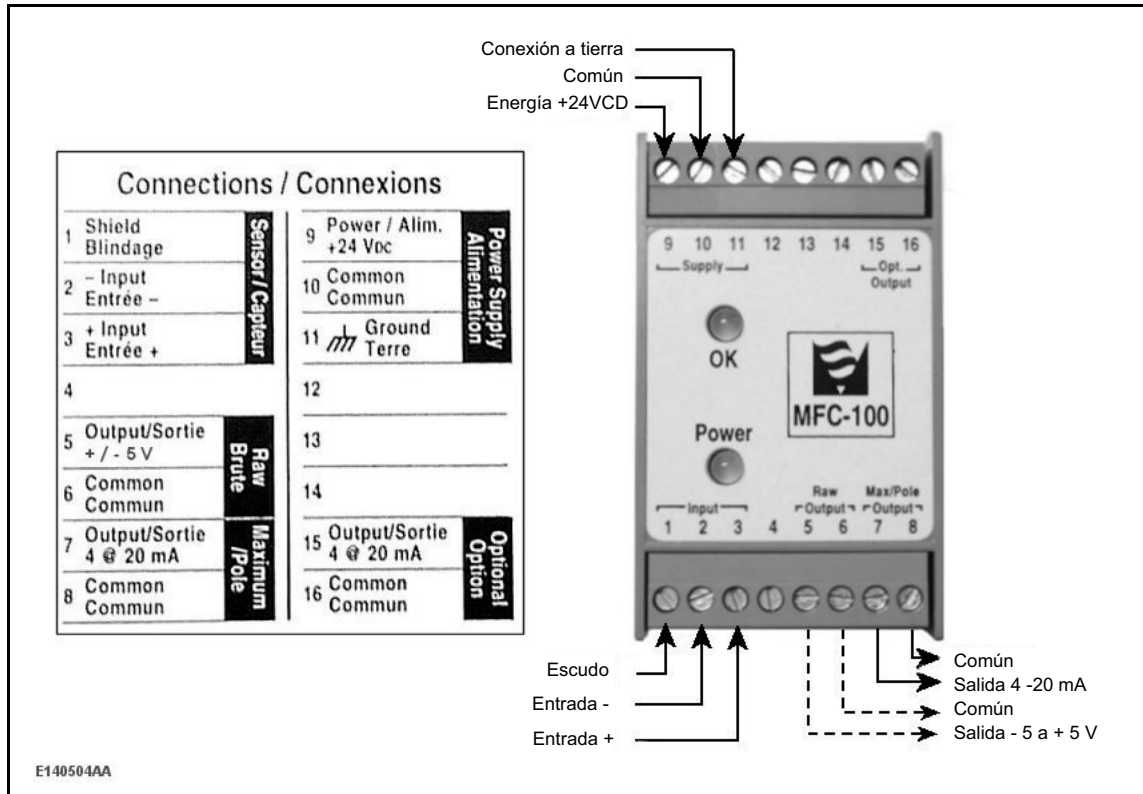

Figura 1
- todo el cableado se instaló de acuerdo a la Figura 1 y las conexiones mecánicas están apretadas